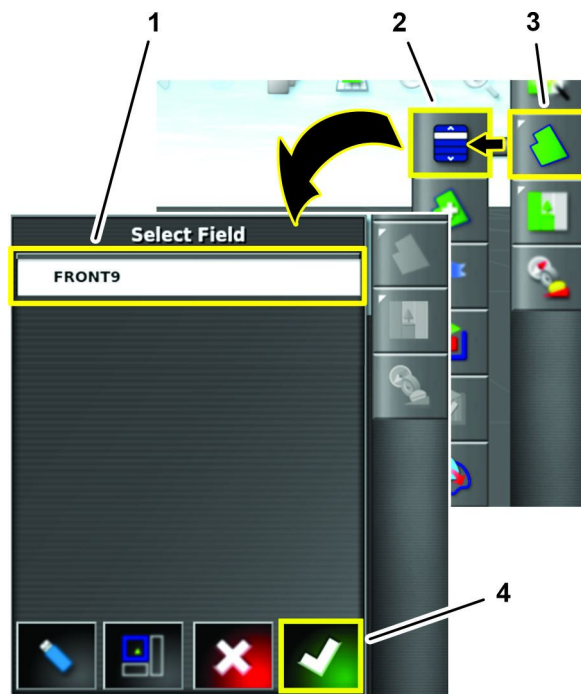

Figura 72
2. Premete l'icona MENU DEL CAMPO e l'icona SELEZIONA CAMPO (Figura 72).
3. Premete l'icona CAMPO in cui andrete a fondere i confini della macchina n. 2, quindi premete l'icona Conferma (Figura 72).